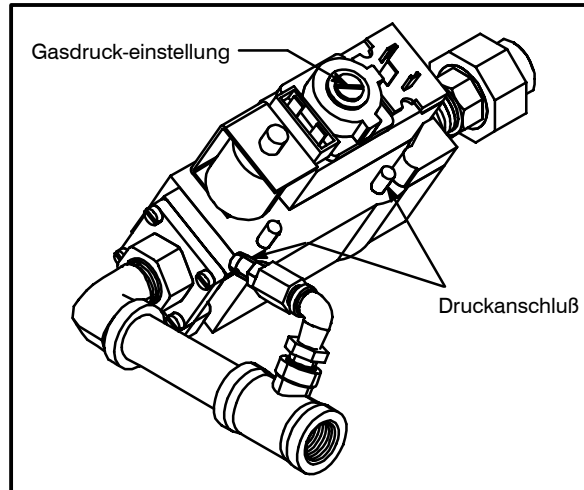

Abbildung 20
7. Den Gasdruck nach Bedarf einstellen siehe Abbildung 20.